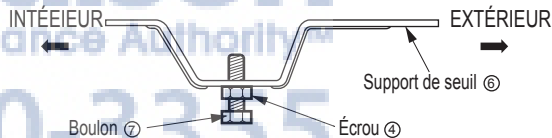

Fig. 3
3. Assemblez le support de seuil ③ à l'aide des pièces illustrées dans la fig. 3 mais ne les serrez pas. (Fig. 3)